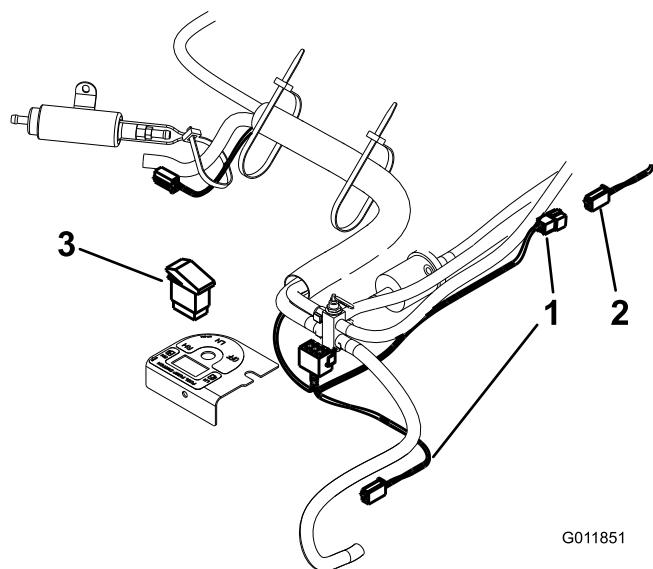
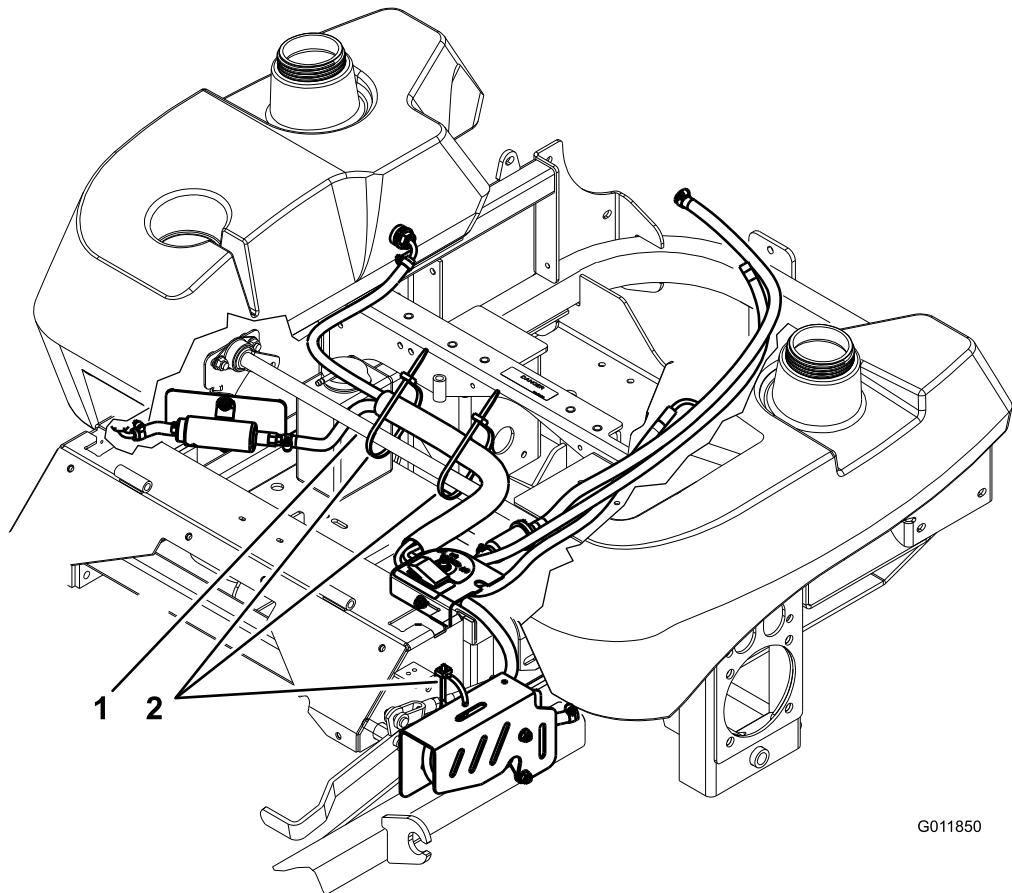

Figure 12
Figure 13
11. Acheminez le flexible de carburant neuf de la vanne de sélection jusqu'au côté de la pompe à carburant portant les câbles en passant par le châssis et le support, comme illustré à la Figure 12 et la Figure 13, et branchez-le au moyen d'un collier. Serrez le collier.
19. Acheminez le faisceau de câblage neuf jusqu'à la pompe à carburant gauche en passant par le châssis et en suivant la conduite de carburant, puis raccordez-le à la pompe à carburant. Gardez les câbles de la pompe à carburant à l'intérieur du support gauche de la pompe à carburant. Tirez-les vers l'arrière et branchez le nouveau faisceau de câblage (Figure 12).
20. Branchez le nouveau faisceau de câblage à la pompe à carburant droite et repliez la longueur de câble qui dépasse puis fixez-la en place avec une attache en plastique (Figure 12).
21. Branchez le nouveau faisceau de câblage au faisceau de câblage principal sur la machine. Cette connexion est la même que celle utilisée pour la pompe à carburant existante (Figure 12).
22. Fixez légèrement l'ensemble flexible de carburant à l'arbre transversal de frein à l'aide de 2 attaches en plastique (Figure 13).
23. Utilisez une attache en plastique pour fixer le flexible de carburant au trous centraux du support de pompe à carburant gauche (Figure 13).